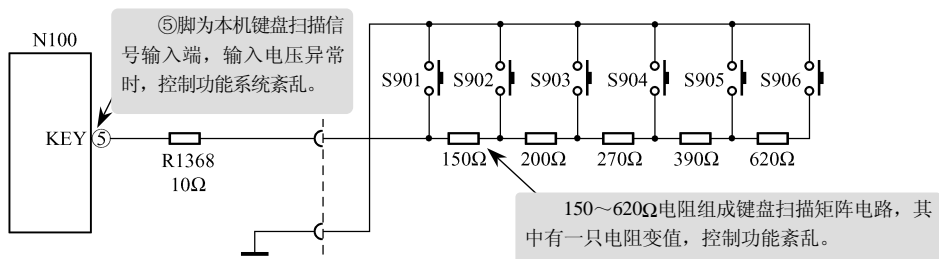

图 7-19 本机键盘扫描矩阵电路故障检修
状态；当按 S902 (MENU) 键时，控制功能进入音量加 (V+) 状态；当按 S903 (V-) 键时，控制功能进入菜单 (MENU) 状态；当按 S904 (V+) 键时，控制功能进入节目减 (POS-) 状态；当按 S905 (POS-) 键时，控制功能进入节目加 (POS+) 状态；当按 S906 (POS+) 键时，控制功能进入 TV/AV 转换状态。根据初步检查结果，可以初步判断 N100⑤脚外接 R1368 等键控矩阵电阻有变值故障，如图 7-19 所示。经反复检查，未见扫描矩阵电阻有变值、开路等现象。再进入 I2C 总线重新设定 OP1、OP2、OP3、OP4 等项目数据。仍不能排除故障。无奈之下，只好更改键盘电路，强迫键盘控制功能恢复正常。